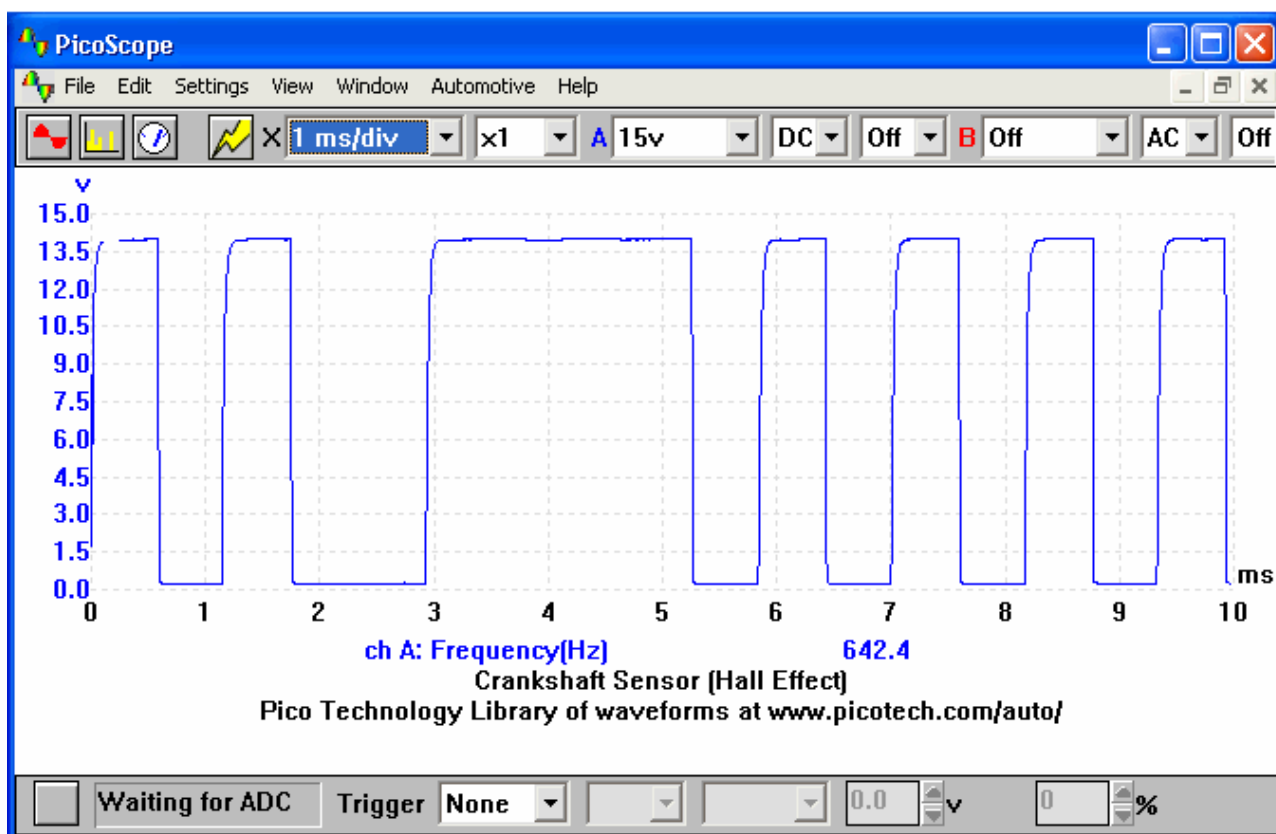

Рис. 24 Осциллограмма правильного сигнала датчика положения коленвала на эффекте Холла
*Датчик на эффекте Холла (рис.24)*